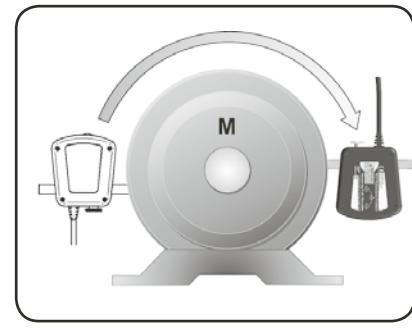

Fig. 18. Rode para a posição de 3 horas
- Siga o símbolo do círculo no visor e rode as unidades de medição para a posição de 3 horas (fig. 18).